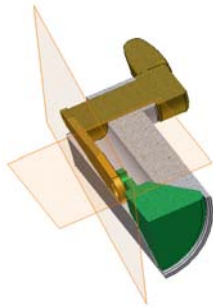

图 4-35 1/4 反向剖切
(5) 在部件上单击右键，可以看见右键菜单中有【反向剖切】、【3/4 剖】选项。如果选择【反向剖切】选项，则可以显示在相反方向上进行剖切的结果，图 4-35 所示的 1/4 剖切。如果选择【反向剖切】选项的话，剖切效果如图 4-35 所示。